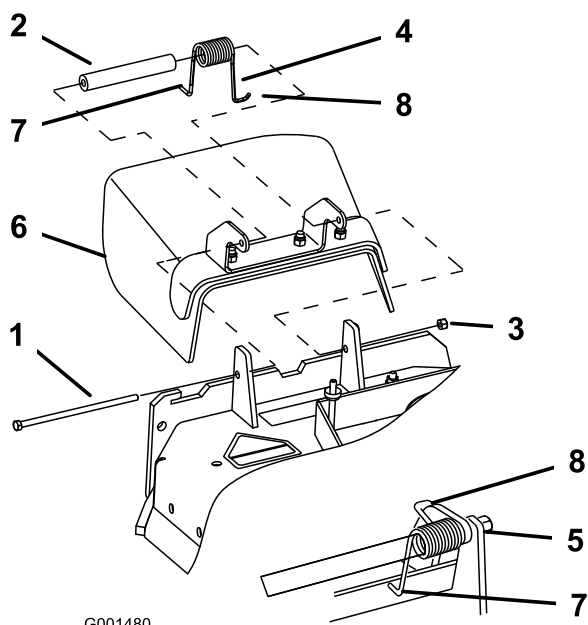

Figura 45
1. Retire la contratuerca, el perno, el muelle y el espaciador que sujetan el deflector a los soportes de pivote (Figura 45). Retire el deflector de hierba dañado o desgastado.
Nota: Asegúrese de colocar el extremo en **L** del muelle detrás del reborde de la plataforma antes de instalar el perno, según se muestra en la Figura 45.
- Instale el perno y la tuerca. Coloque el extremo en **J** del muelle alrededor del deflector de hierba (Figura 45).